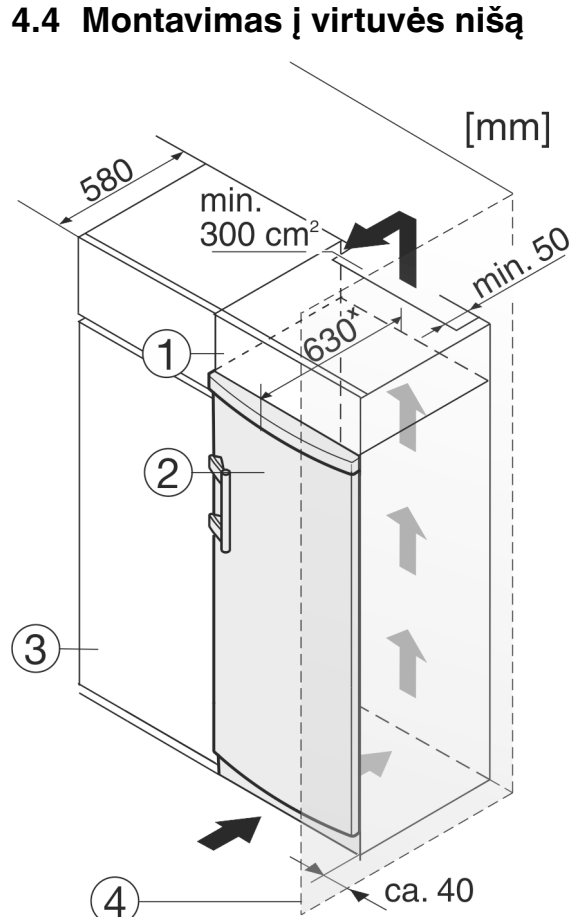

Fig. 10
Prietaisą galima montuoti į virtuvės spinteles. Norint prietaisą Fig. 10 (2) priderinti prie nišos aukščio, virš jo galima įrengti uždedamą spintelę Fig. 10 (1).
Kai prietaisas montuojamas į virtuvės spinteles (maks. gylis 580 mm), tuomet prietaisą galima statyti tiesiog šalia virtuvės spintos Fig. 10 (3). Prietaisas išsikišęs iš už virtuvės spintos priekinės dalies 34 mm x šonuose ir 50 mm x prietaiso viduryje.
Jei prietaisas su lankstais statomas greta sienos Fig. 10 (4), mažiausias atstumas tarp prietaiso ir sienos turi būti 40 mm. Tai atitinka rankenų išsikišimą esant atvertoms durims.